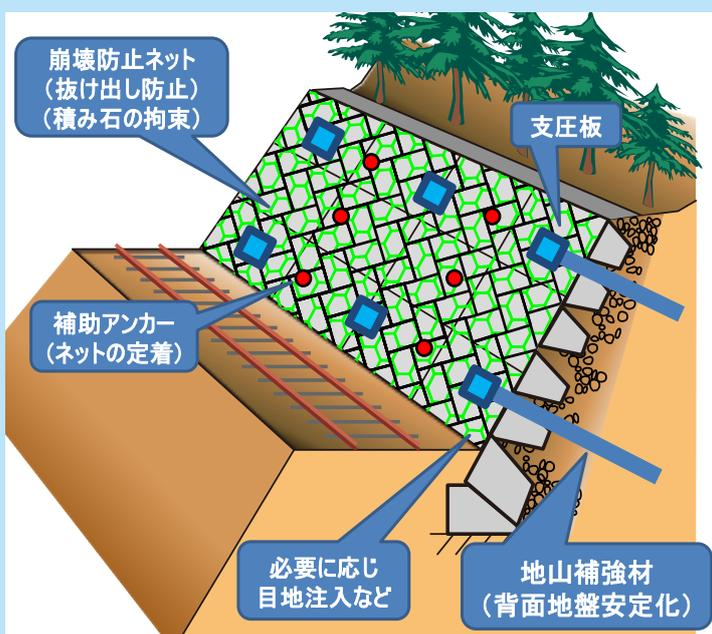

図1 耐震補強法の施工事例
**概要** 崩壊防止ネットにより、石積み擁壁の崩壊原因となる積み石の抜け出しを防止できます。また、地山補強材の抵抗力をネットが擁壁全体に伝達するので、既設石積み擁壁への鉄筋コンクリートの増打ちを省略できます(図1～図3)。